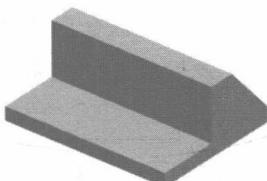

图 1.4 除料特征 1
Step5. 创建图 1.4 所示的除料特征 1。单击 **主页** 功能选项卡 **实体** 区域中的“除料”按